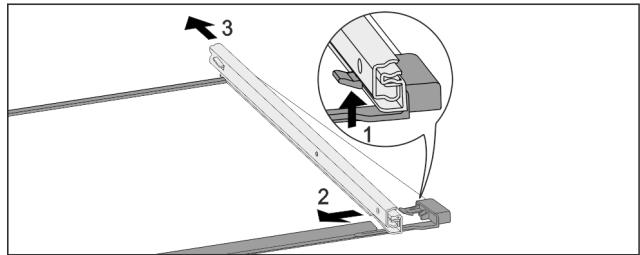

Fig. 157 Glasplaat met rails
- ▶ Voorste vergrendelhaak naar boven duwen. Fig. 157 (1)
- ▶ Uitschuifrail naar de zijkant Fig. 157 (2) en naar achteren Fig. 157 (3) wegschuiven.